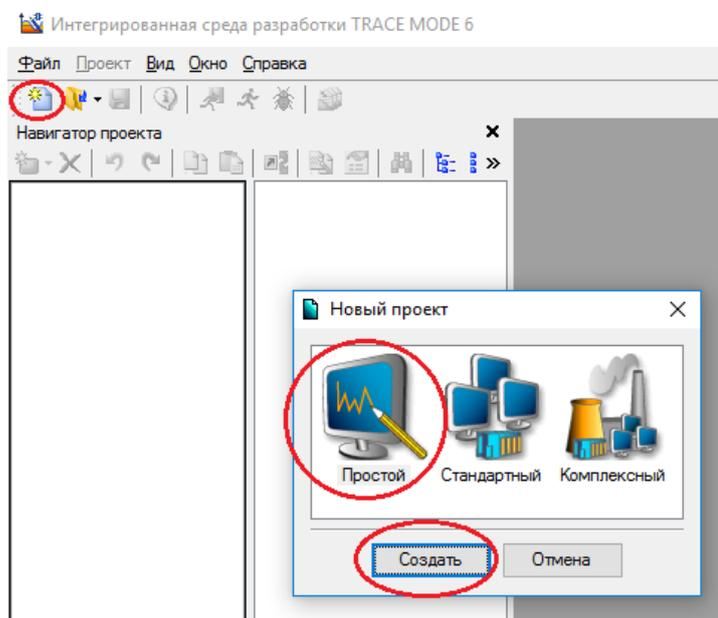

Рис. 62. Создание нового проекта Trace Mode
1. Откройте Trace Mode 6 и создайте новый проект Файл/Новый (рис. 62).